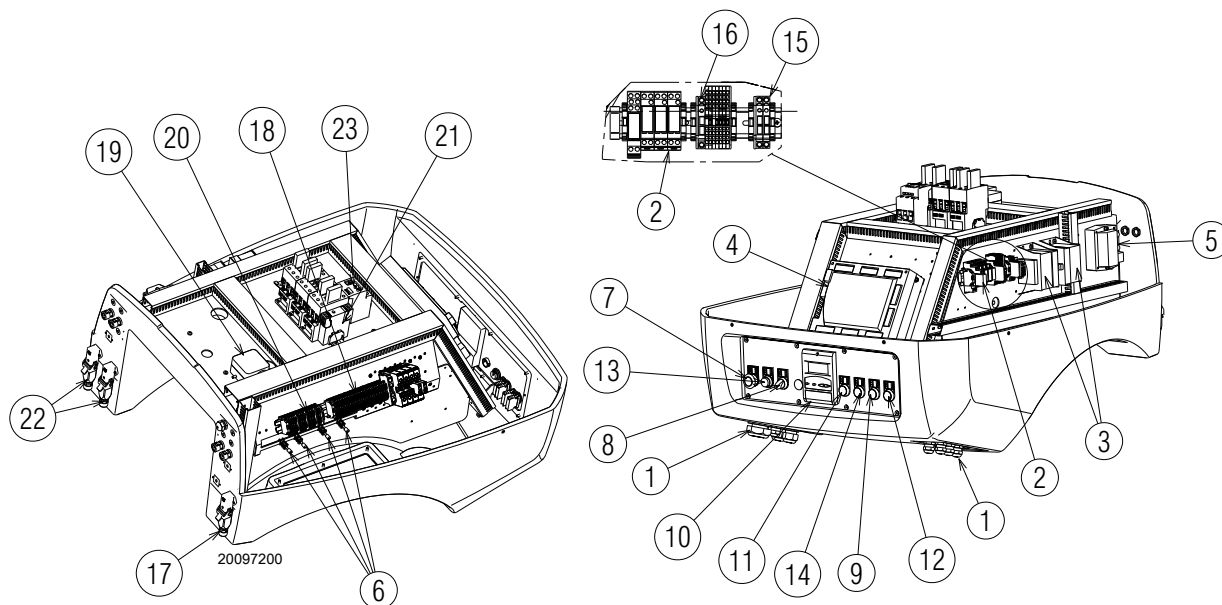

图 6
- **控制器锁定：**如果红色 led 灯 13)( 图 6) 亮起，表示燃烧器锁定，如需要复位，按下按钮 13)( 图 6)。